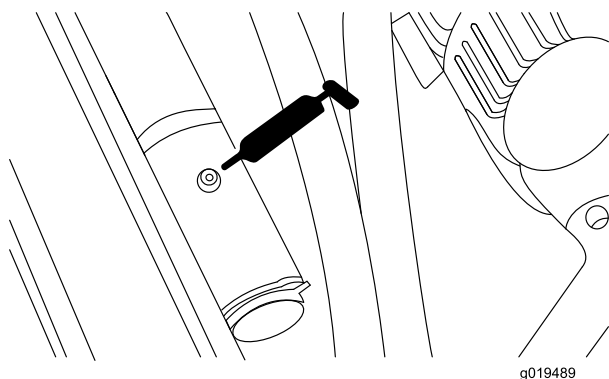

Figura 48
- Spinotto del cilindro di sollevamento posteriore (2) (Figura 48).